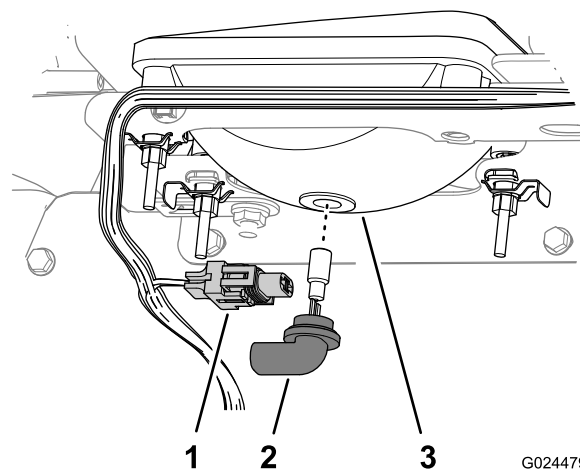

Bild 40
3. Schließen Sie den elektrischen Anschluss für den Kabelbaum vom Lampenanschluss hinten am Scheinwerfergehäuse ab (Bild 40).
4. Drehen Sie die Birne um eine Vierteldrehung nach links und bewegen sie nach hinten aus dem Lampengehäuse (Bild 40).
5. Setzen Sie die neue Birne und das neue Scheinwerfergehäuse ein und fluchten Sie die Nasen in der Birne mit den Schlitzen im Scheinwerfergehäuse aus (Bild 40).
6. Drehen Sie die Lampe um eine Vierteldrehung nach rechts, um sie zu befestigen (Bild 40).
7. Schließen Sie den elektrischen Anschluss für den Kabelbaum am Anschluss der neuen Lampe an (Bild 40).